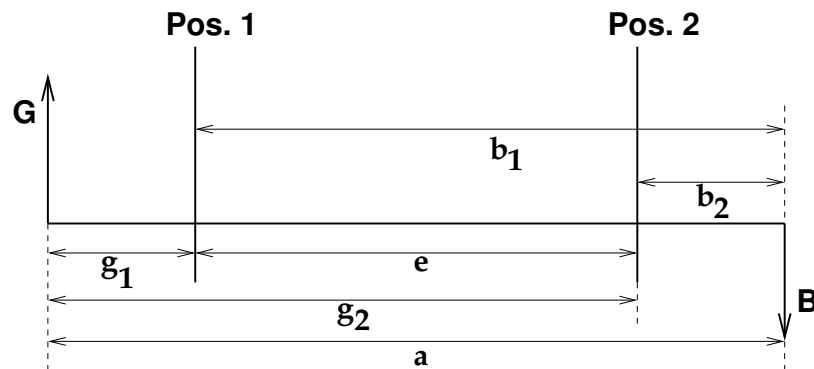

Abbildung 100.1: Aufbau für das Bessel-Verfahren auf einer Optischen Bank
**Aufgabe 100.B:** Leiten Sie mit dem Abstand der Linsenpositionen  $e$  (siehe Abb. 100.1) die folgende Gleichung her:
Spätestens jetzt sollten Sie eine Skizze des Aufbaus mit den Bezeichnungen – ähnlich wie Abb. 100.1 – in Ihr Heft einzeichnen. Dann tragen Sie direkt, d.h. ohne Schmierzettel, die Ergebnisse Ihrer groben Bestimmung der Brennweite  $f$  und Ihre Messung(en) des Abstands  $a$  ein. Zur Ermittlung von  $a \pm \Delta a$  ist eine Messreihe nicht sinnvoll (Warum?). Schätzen Sie  $\Delta a$  sinnvoll ab.